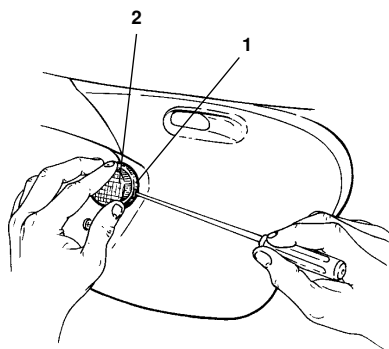

Fig. 47
- Con l'ausilio di un cacciavite fare leva sulla linguetta (1 - Fig. 47). Estrarre il trasparente (2), comprensivo di parabola.
- Carefully press in the catch with a screwdriver (1 - Fig. 47). Remove the lens (2) and the bulb socket.